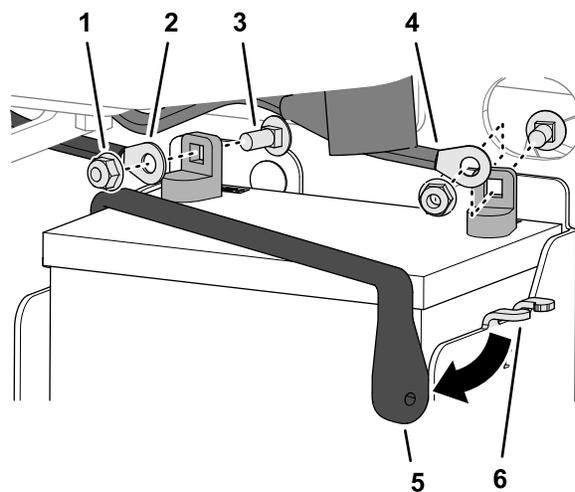

Figure 85
2. Retirez le contre-écrou à embase et le boulon de carrosserie qui fixent le câble négatif sur la batterie, et débranchez le câble de la batterie (Figure 85).
3. Remettez en place le capuchon isolant du câble positif de la batterie (Figure 85).
4. Retirez le contre-écrou à embase et le boulon de carrosserie qui fixent le câble positif sur la batterie, et débranchez le câble de la batterie (Figure 85).
5. Déposez la barre de maintien de la bride du bac à batterie (Figure 85).
2. Fixez la batterie dans son bac avec la barre de maintien (Figure 85).
3. Connectez le câble positif à la borne positive de la batterie à l'aide d'un boulon de carrosserie et d'un contre-écrou à embase (Figure 85).
5. Connectez le câble négatif à la borne négative de la batterie à l'aide d'un boulon de carrosserie et d'un contre-écrou à embase (Figure 85).